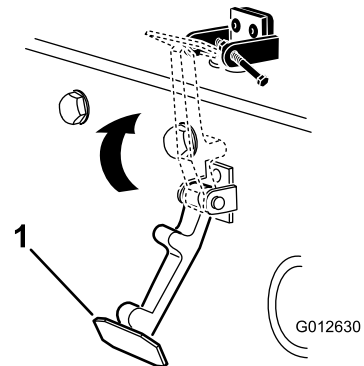

Figure 5
7. Fermez le capot et accrochez le loquet sur son support sur le loquet (Figure 5).